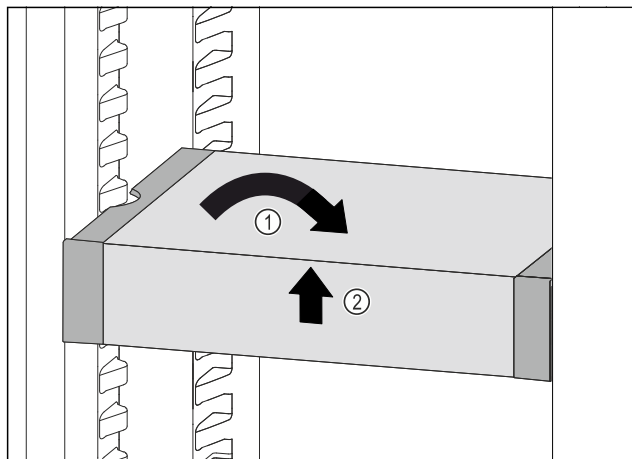

Fig. 93
- ▶ Poziționați drept VarioSafe. Fig. 93 (1)
- ▶ Ridicați în față VarioSafe. Fig. 93 (2)